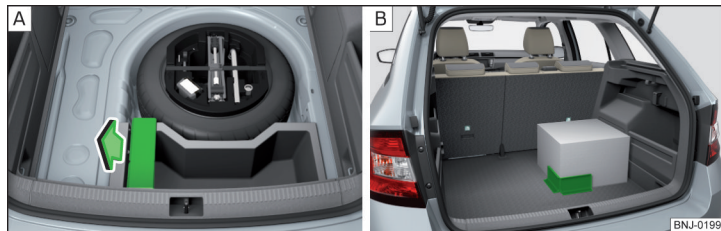

Fig. 100 Estrazione elemento Cargo / esempio di fissaggio del carico mediante l'elemento Cargo
- Per l'uso estrarre l'elemento Cargo in direzione della freccia » fig. 100 - .
- Fissare il carico tramite l'elemento Cargo il più possibile vicino ai sedili posteriori » fig. 100 - .